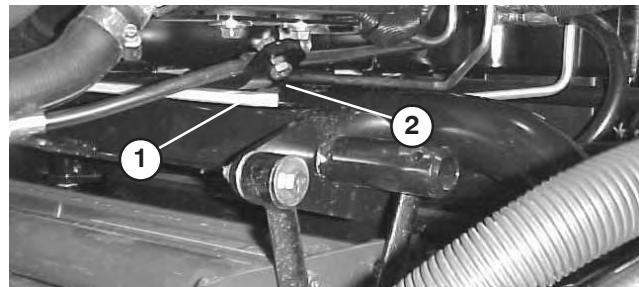
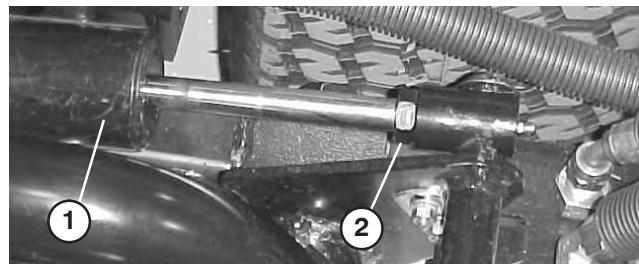

Bild 23
Bild 24
3. Lassen Sie den Motor an, heben Sie die Hubarme an und prüfen Sie, ob der Abstand zwischen dem Abnutzungsstreifen oben an der Abnutzungsleiste des hinteren Mähwerks und dem Pufferstreifen 0,5–2,5 mm beträgt (Bild 23). Sollte der Abstand nicht in diesem Bereich liegen, stellen Sie den hinteren Zylinder entsprechend ein. Senken Sie zum Einstellen des Zylinders die Mähwerke ab und drehen Sie die Klemmmutter am Zylinder heraus (Bild 24). Halten Sie die Zylinderstange mit einer Zange und einem Lappen nahe an der Mutter und drehen die Stange. Heben Sie die Mähwerke an und prüfen Sie den Abstand. Wiederholen Sie das Verfahren bei Bedarf. Ziehen Sie dann die Mutter des Lastösenbolzens an.